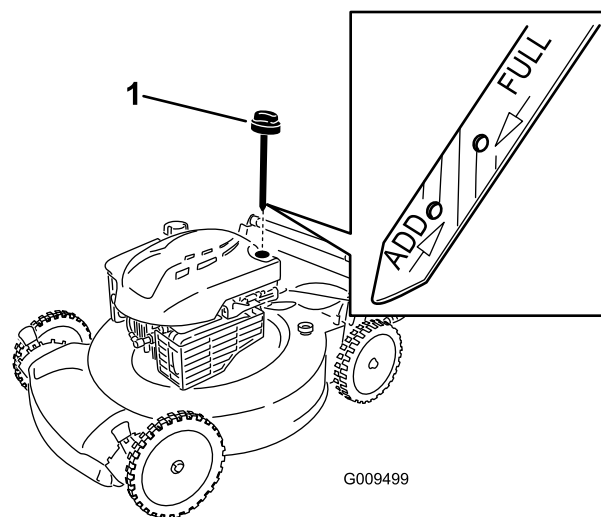

Figura 16
3. Retire la varilla (Figura 16).
6. Vierta lentamente aceite en el tubo de llenado hasta que el nivel llegue a la marca "Full" (lleno) de la varilla (Figura 16). Después de añadir aceite, espere 3 minutos antes de comprobar el nivel de aceite con la varilla. **No llene demasiado.** (Capacidad máxima: 0.59 l (20 onzas), tipo: SAE 30, aceite detergente con clasificación de servicio API SF, SG, SH, SJ, SL o superior.)